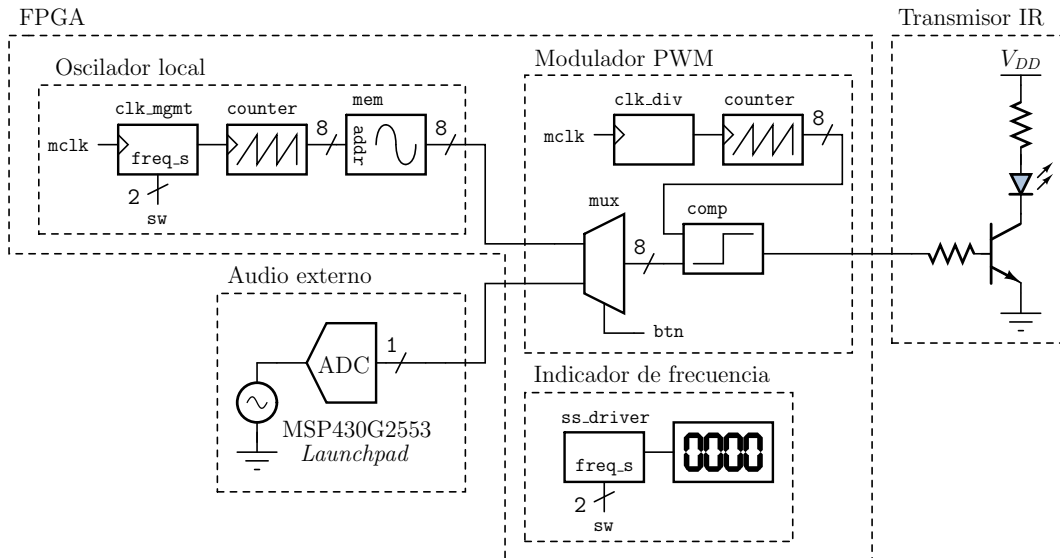

Figura 4: Diagrama de bloques del transmisor PWM.
Consideremos el diagrama de bloques de la figura 4. De manera general, el circuito se divide en tres partes: la señal de audio, ya sea externa o generada localmente, el modulador PWM y el circuito transmisor infrarrojo. A continuación se explican las distintas partes del diagrama con más detalle:
3. Implemente los módulos del oscilador local en Verilog (un ejemplo de implementación está en la figura 4). Sus módulos deben estar diseñados de manera que las frecuencias de salida del oscilador se encuentren alrededor de 220 Hz, 391.99 Hz, 554.36 Hz y 739.98 Hz. No es necesario que genere exactamente estas frecuencias. Llegue al valor más cercano que pueda y explique por qué el método escogido no permite llegar exactamente a la frecuencia deseada.